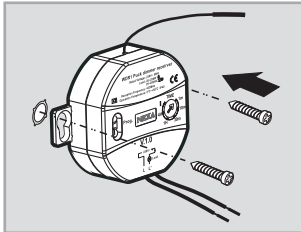

fig.7
- 3.4.2.1 Vid montering i större kapsling, armatur etc. används skruvfastsättning mha. puckens "öron" (se fig.7).